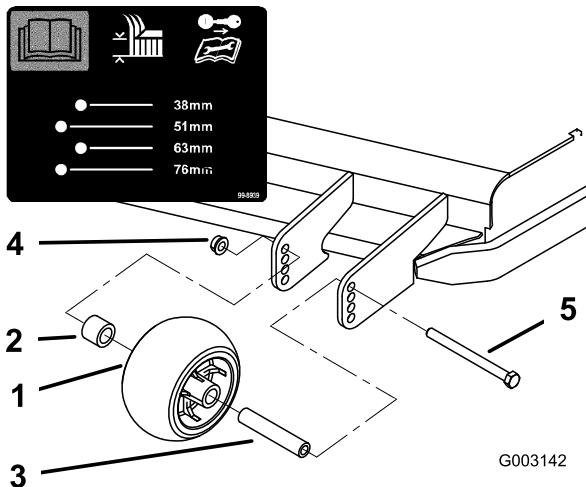
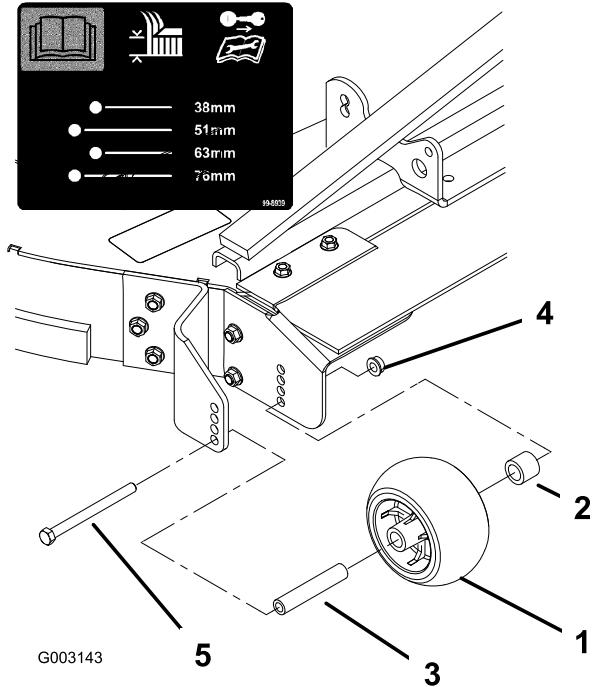
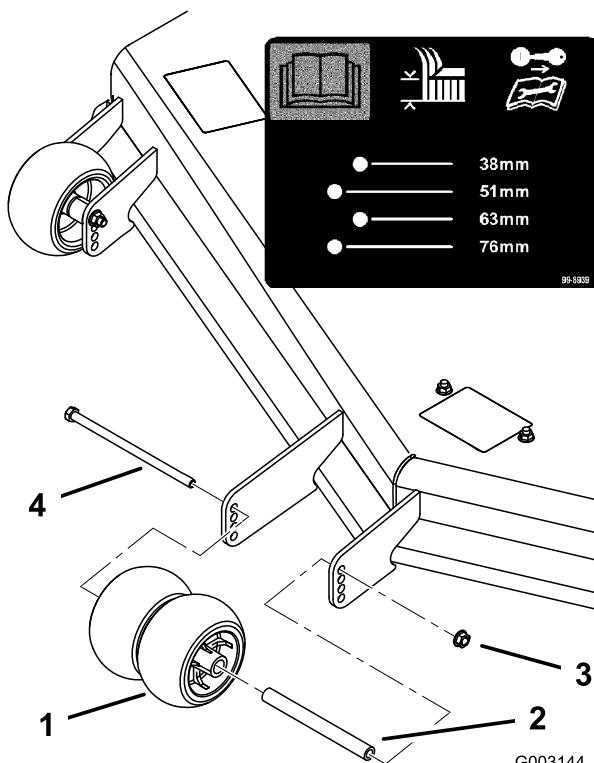

Figure 19
Figure 20
Figure 21
3. Après avoir réglé la hauteur de coupe, réglez les galets en retirant l'écrou à collarette, la bague, l'entretoise et le boulon (Figure 19, Figure 20 et Figure 21).
- Remarque:** Les deux galets centraux ne sont pas munis d'entretoise (Figure 20).
5. Posez l'écrou à collarette, la bague, l'entretoise et le boulon. Serrez à 54-61 Nm (Figure 19, Figure 20 et Figure 21).